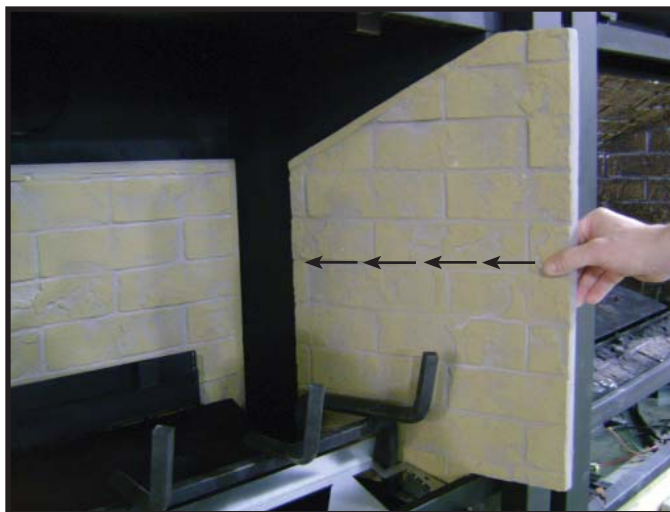

Figure 14.5
4. Glissez le panneau réfractaire droit entièrement dans la boîte à feu jusqu'à ce qu'il repose fermement contre l'arrière du panneau réfractaire. Contrôlez que le panneau réfractaire droit touche entièrement la paroi latérale droite de la boîte à feu. Voir figure 14.5.
Le réglage du volet d'air devrait être confié à un technicien en entretien qualifié lors de l'installation. Le volet d'air est réglé par défaut pour une course de conduit verticale minimum. Régler le volet d'air pour une course verticale plus longue. Voir la Figure 14.5.